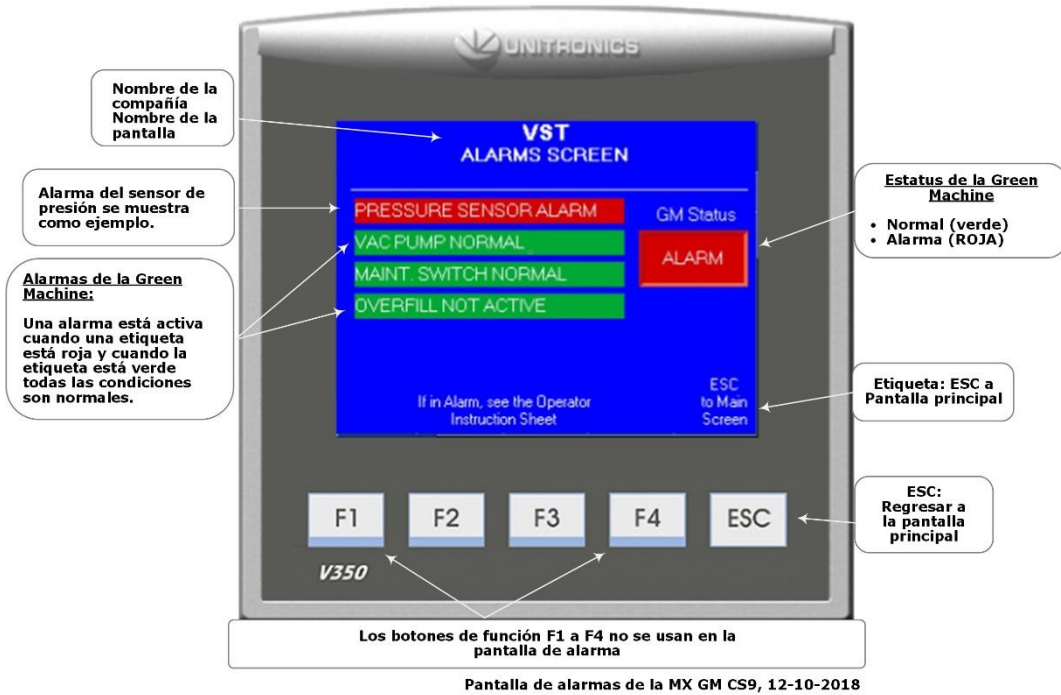

Figura 10-3: Pantalla de alarmas y fallas
- **Vea la Figura 10-3 para ver la pantalla de alarmas.**